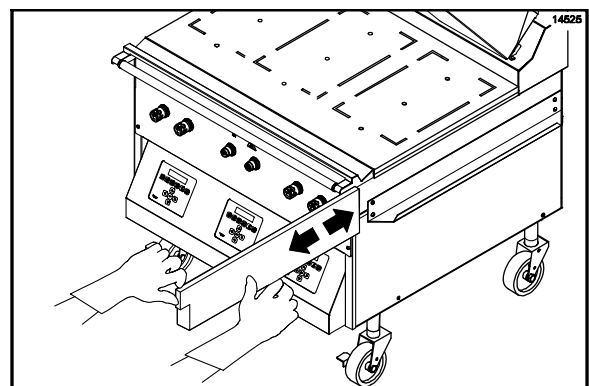

Figura 86
12. Remova, esvazie e reinstale os coletores de gordura. (Veja a Figura 86.)